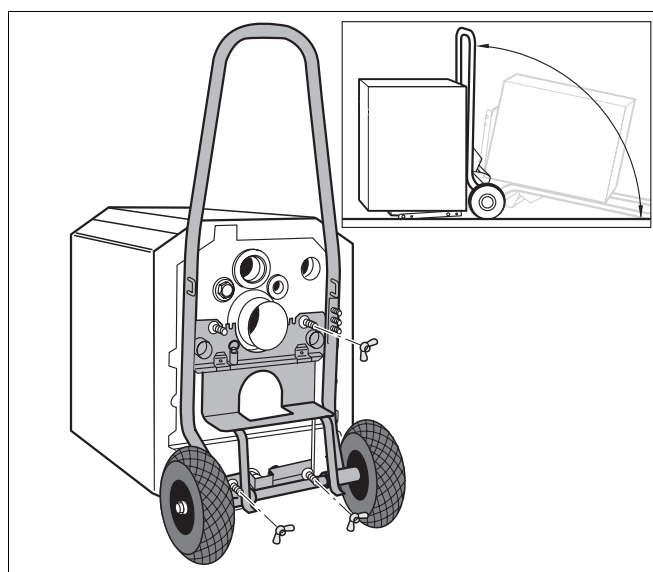

Fig. 7 Transporte da caldeira de aquecimento com carrinho de transporte
- Bascular a caldeira de aquecimento com a ajuda de um dispositivo de transporte (→ Fig. 7, Página 15) ou colocar um barrote de madeira por baixo.